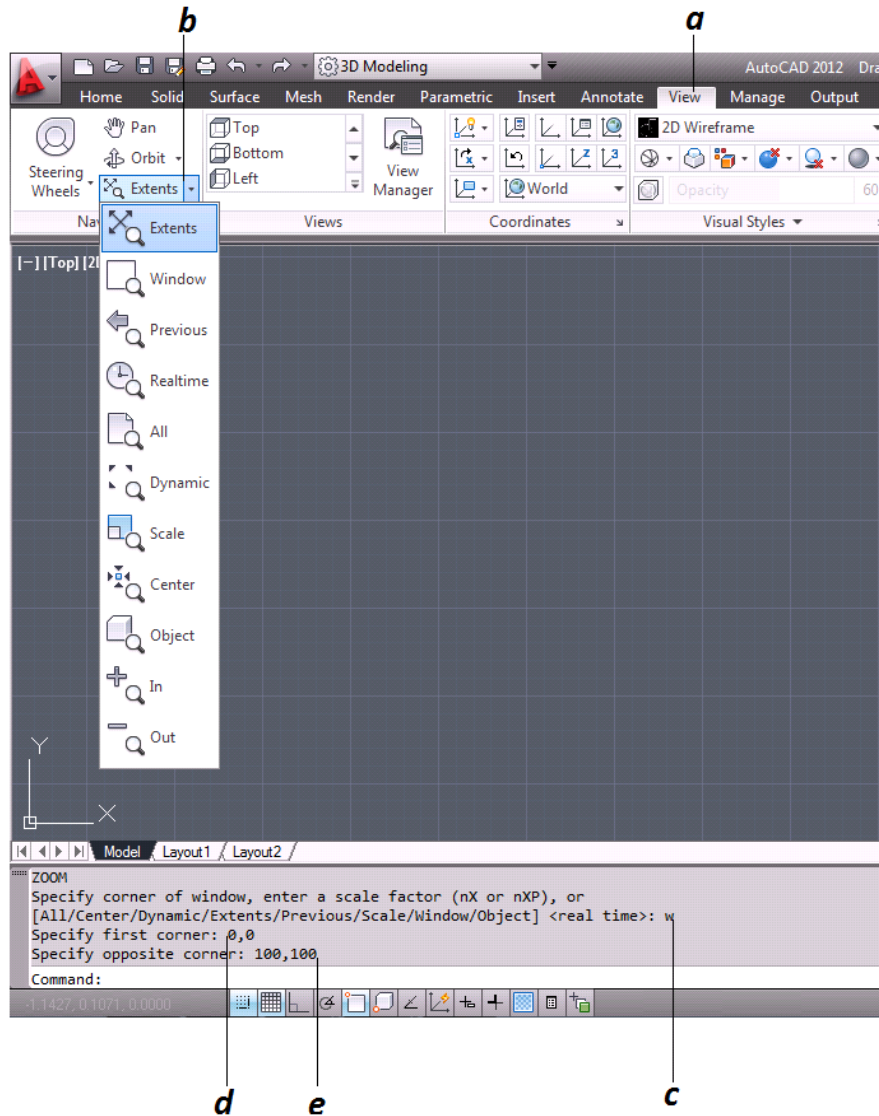

Figura 3.8. Visualización del área de trabajo
Cuando se abra un proyecto nuevo de AutoCAD 2012 tenemos por defecto un área grafica de 3600x1800; el área se puede modificar para hacerla mas pequeña, para esto utilizamos el comando zoom window, nos pide especificar las coordenadas en forma diagonal dependiendo de nuestra necesidad (figura 3.8).
- a. Se da clic en la pestaña view (figura 3.8).
- b. En la flecha de opción zoom se pueden ver los demás tipos de comando (figura 3.8).
- c. Se selecciona la opción Window (figura 3.8).
- d. En la barra de comandos se pide indicar la 1ª coordenada, en este caso será 0,0 (figura 3.8).
- e. La segunda coordenada será 100,100 y se da enter (figura 3.8).